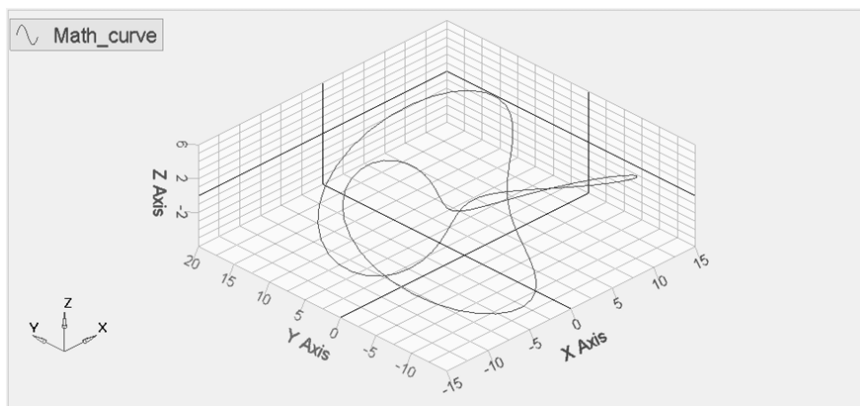

图 13-133 创建曲线
- (4) 将 Source 类型选为 Math。
- (5) 将 Vector 一项选为 All。
- (6) 在 X 一项输入 $\sin(2*u)*(10.0 + 6*\cos(3*u))$ 。
- (7) 在 Y 一项输入 $\cos(2*u)*(10.0 + 6*\cos(3*u))$ 。
- (8) 在 Z 一项输入 $6*\sin(3*u)$ 。
- (9) 在 U 一项输入 $0:(2*PI):(PI/50)$ 。
- (10) 单击 OK 按钮关闭对话框。
- (11) 单击 Apply 按钮创建曲线图，如图 13-133 所示。